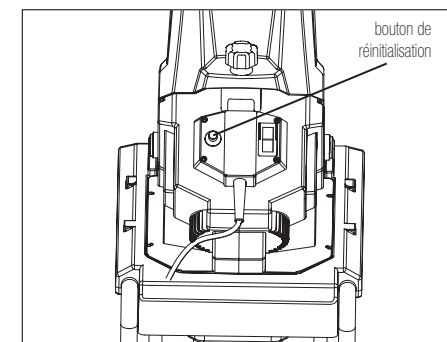

Fig. 8
1. Laissez la déchiqueteuse pendant quelques minutes, puis appuyez sur le bouton de réinitialisation du dispositif de protection contre les surcharges pour réinitialiser l'appareil (fig. 8).